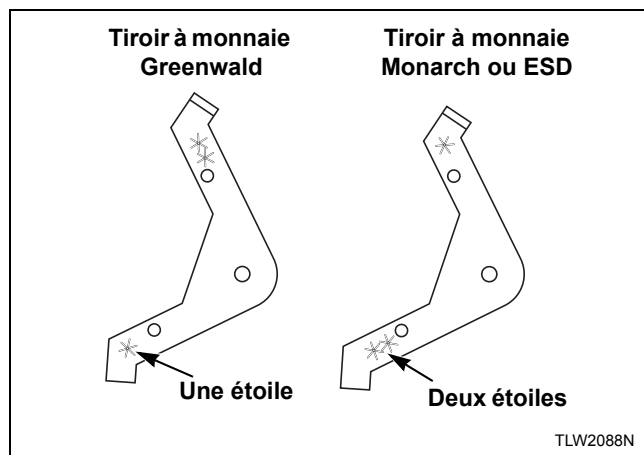

Figure 91
2. Pour installer un tiroir à monnaie de type Greenwald, placer le levier d'extension (à fixer sur l'équerre d'extension) la branche à une étoile vers le bas. Se reporter à la *Figure 91*.
3. Pour installer un tiroir à monnaie de type Monarch ou ESD, placer le levier d'extension la branche à deux étoiles vers le bas. Se reporter à la *Figure 91*.